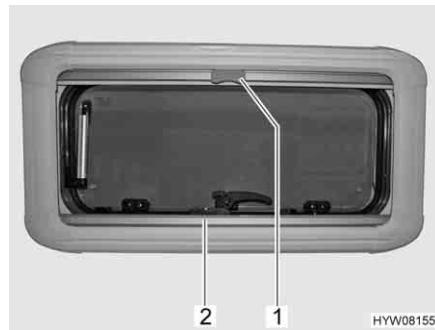

Fig. 28 Finestra apribile
- Afferrare la tendina oscurante pieghevole (Fig. 28,2) per la parte centrale della barra di presa, tirarla dal basso verso l'alto e rilasciarla nella posizione desiderata. La tendina oscurante pieghevole rimane in questa posizione.
- Tirare la zanzariera a rullo per la maniglia (Fig. 28,1) verso il basso fino a quando non si trova in contatto con la tendina oscurante pieghevole (Fig. 28,2).
- Premere la maniglia (Fig. 28,1) della zanzariera a rullo.